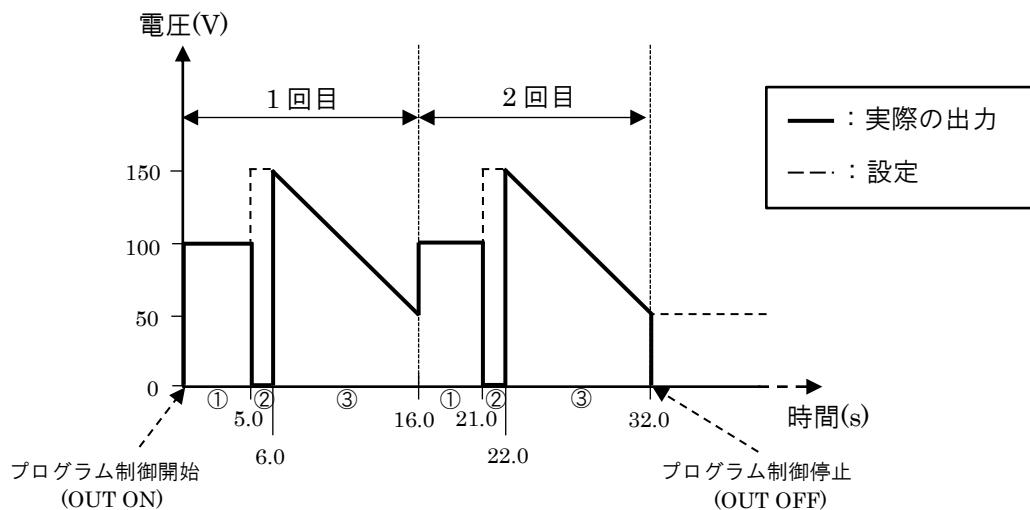

図 7-13 プログラム制御実行結果例
※図 7-13 の①～③は図 7-12 の 1～3 行を示しています。
(2) 行 No.1 の実行 (図 7-13 ①部分)
(3) 行 No.2 の実行(図 7-13 ②部分)
(4) 行 No.3 の実行(図 7-13 ③部分)